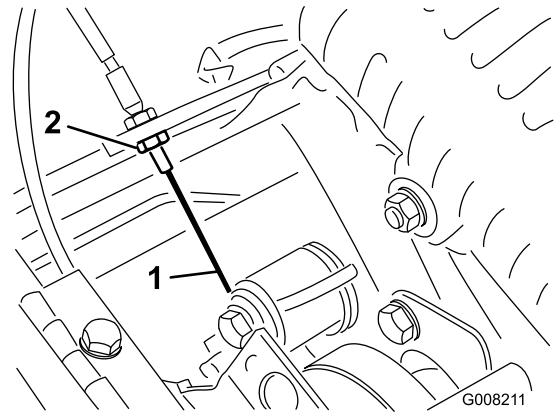

Bild 46
3. Wenn Sie die Zugspannung erhöhen möchten, lösen Sie die Klemmmutter des vorderen Zugs und ziehen Sie die Klemmmutter des hinteren Zugs an (Bild 46), bis eine Kraft von 3 kg bis 4 kg benötigt wird, um den Fahrtrieb zu aktivieren. Messen Sie die Kraft am Handrad.